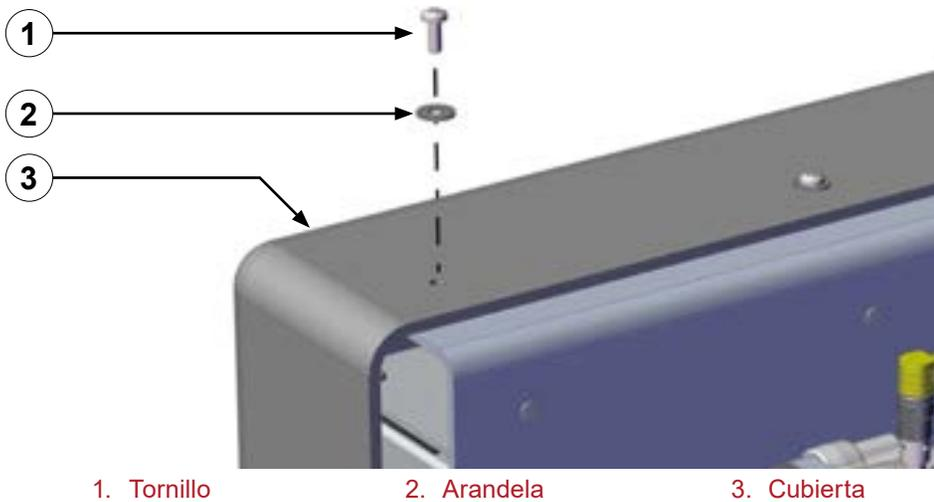

Figura 33
1. Retire los 3 tornillos y las arandelas que se usan para fijar la cubierta al bastidor y apártelos (**Figura 33**).